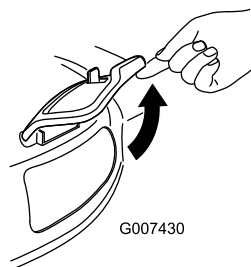

Figure 36
2. Lift open the side-discharge door (Figure 36).